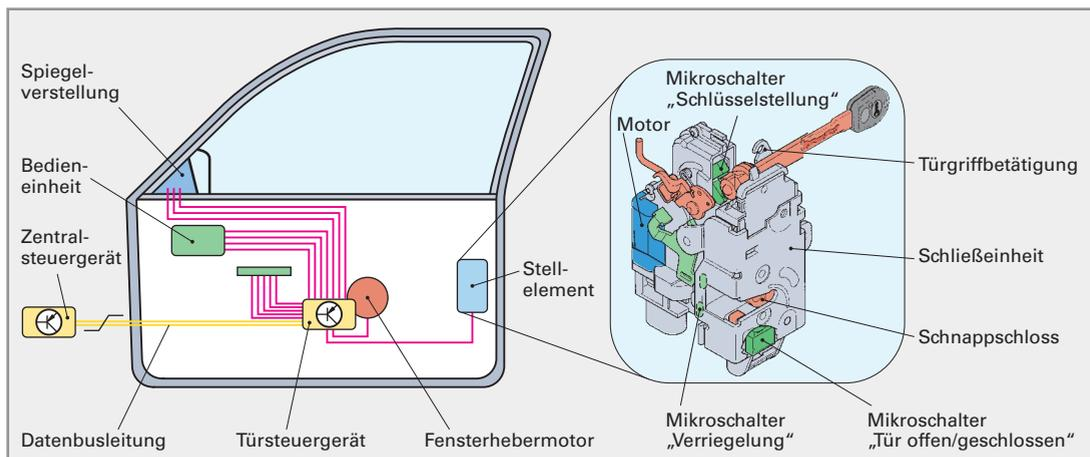

Bild 1: Elektromotorische Zentralverriegelung
**Türsteuergerät.** Neben der Türverriegelung ist es z.B. für die Steuerung der Fensterheber sowie das Einklappen, die Verstellung und Beheizung der Außenspiegel zuständig. Die Türsteuergeräte bilden mit dem Fensterhebermotor oftmals eine Baueinheit (Bild 1) und sind eigendiagnosefähig.